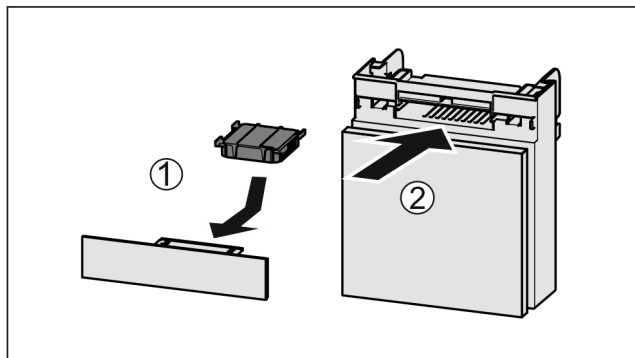

Fig. 124
- ▶ Aktivni ogljeni filter vstavite Fig. 124 (1) skladno s prikazom na sliki.
- ▶ Predal potisnite noter Fig. 124 (2).